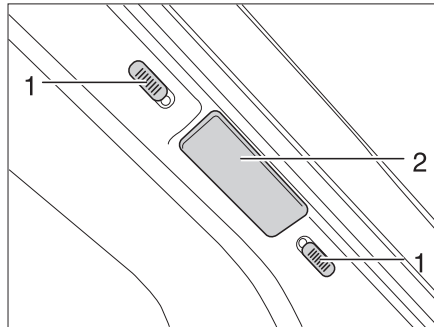
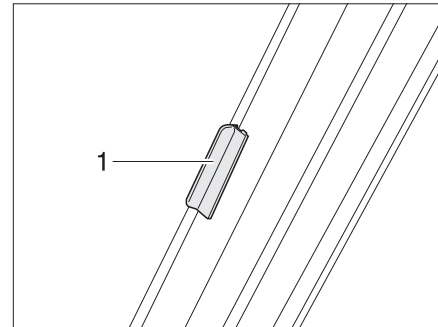

Fig. 21 Dispositif de verrouillage pour dispositif occultant plissé pare-brise
Fig. 22 Verrouillage dispositif occultant plissé pare-brise (modèle I)
- Pousser les deux moitiés du dispositif occultant plissé pour le pare-brise par la poignée (Fig. 21,2 et Fig. 22,1) à fond vers l'extérieur.
- Pousser les boutons de verrouillage (Fig. 21,1) vers le bas ou vers le haut. Si le point rouge est visible, le dispositif de verrouillage est ouvert.